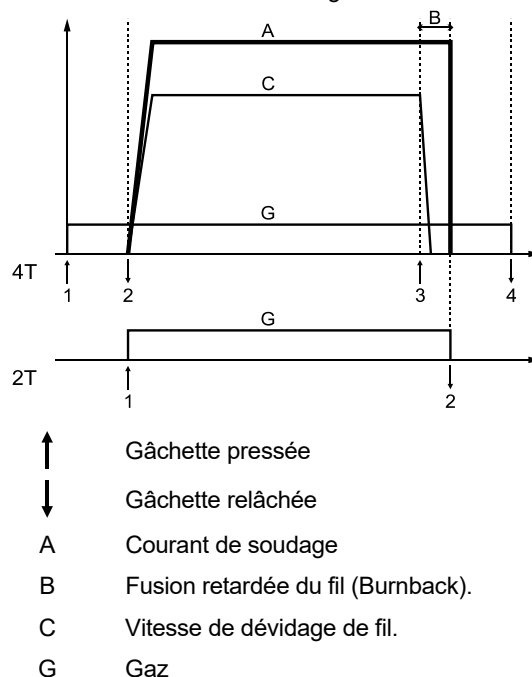

Figure 9.
20. Interrupteur Mode Pistolet : permet la sélection du mode pistolet 2 ou 4 temps. La fonctionnalité du mode 2T/4T est illustrée à la Figure 9.